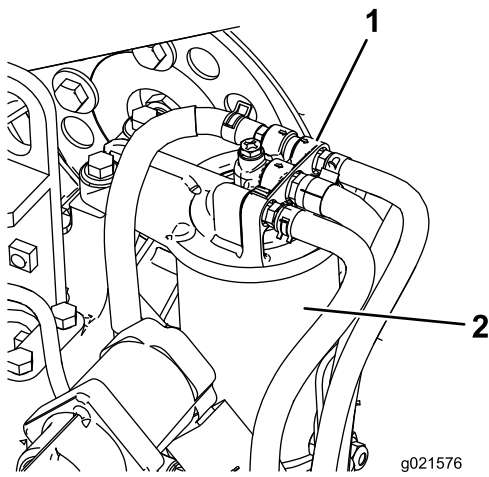

Figura 64
1. Limpie la zona alrededor del cabezal del filtro de combustible (Figura 64).
2. Retire el filtro y limpie la superficie de montaje del cabezal del filtro (Figura 64).